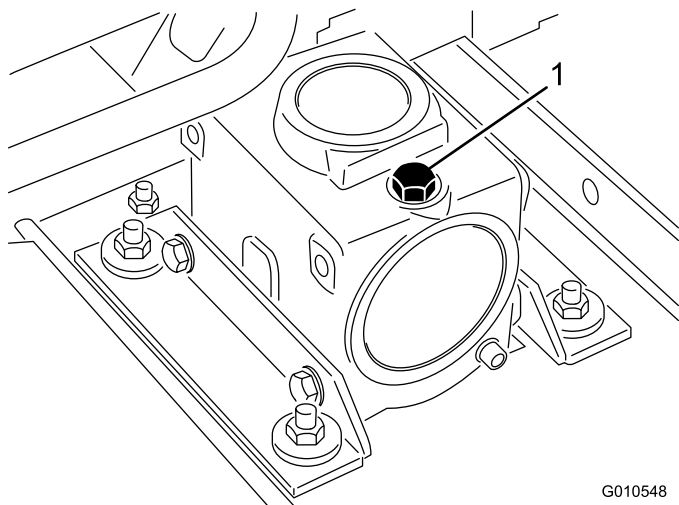

図 6
2. ギアボックスの上部についているディップスティック兼給油プラグ(図 6)を取り、オイルの量が、ディップスティックについている2本のマークの間にあることを確認する。油量が少なければ2本のマークの間まで補給する。